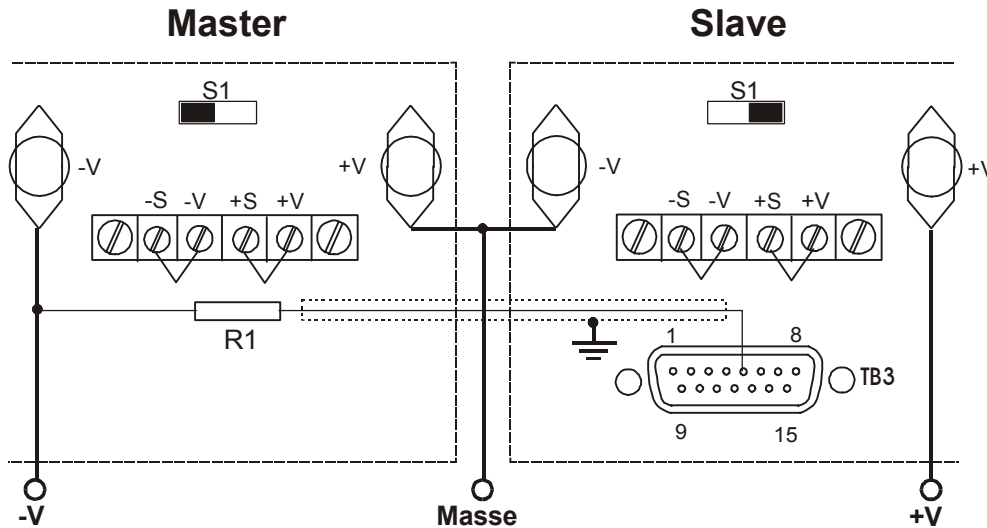

Abb.10/1
Die Tracking-Betriebsart ermöglicht den Aufbau einer symmetrischen Spannungsquelle. Hierzu werden zwei Netzgeräte in Reihe geschaltet, wobei das Mastergerät als negative Quelle agiert (Abb.10/1).
- ④ Verbinden Sie über den Widerstand R1 den **-V-Lastausgang** des Masters mit **TB3-5** des Slave-Gerätes (Abb.10/1).